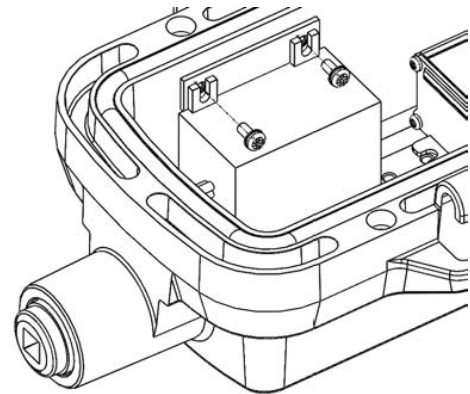

Figura 3: Tornillos de montaje del módulo de sobretensión
3. Retire los dos (2) tornillos de montaje de cabeza plana 6-32 que se utilizan para fijar el módulo de sobretensión al soporte de montaje (consulte la Figura 3).
7. Instale el nuevo módulo de sobretensión suministrado en el kit de reemplazo. Fije el soporte de montaje con los dos (2) tornillos de cabeza plana suministrados (consulte la Figura 3). Aplique un torque a los tornillos de fijación de 1,1 N-m [10 in-lb].